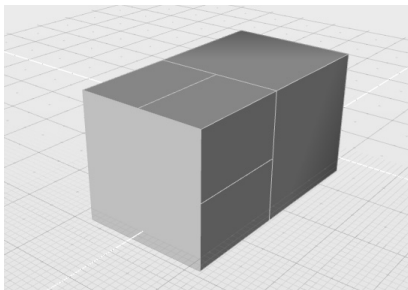

图 6-61 出现更多切分面
3) 确认后退出, 看起来并未给多边形造成任何影响。但当选中该面进行挤出后, 发现挤出部分拥有更多的切分面, 如图 6-61 所示。